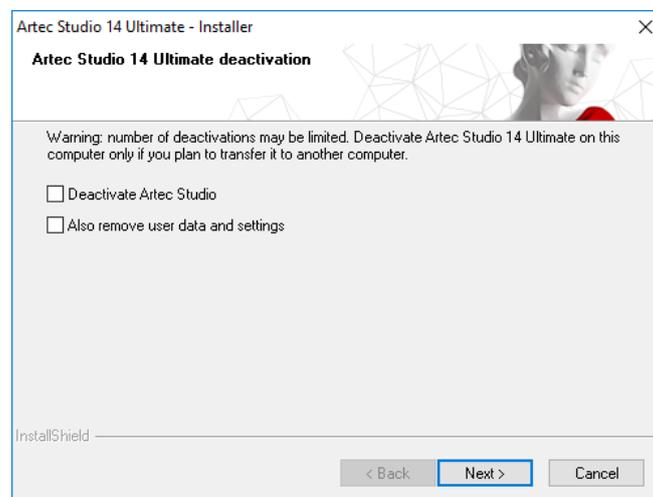

Abbildung 23: Deaktivierung von Artec Studio.
3. Es erscheint der in *Abb. 23* gezeigte Dialog. Das Kontrollkästchen *Verstanden. Artec Studio Deaktivieren* anschalten.